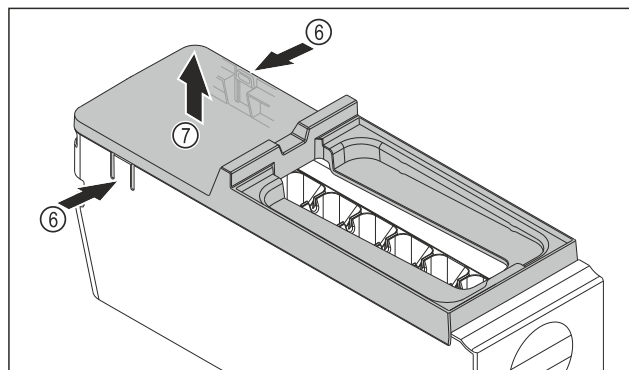

Fig. 79
- ▶ Снимите крышку корпуса EasyTwist-Ice: Надавите рукой на накладки Fig. 79 (6) с обеих сторон корпуса EasyTwist-Ice.
- ▶ Другой рукой снимите крышку Fig. 79 (7) по направлению вверх.